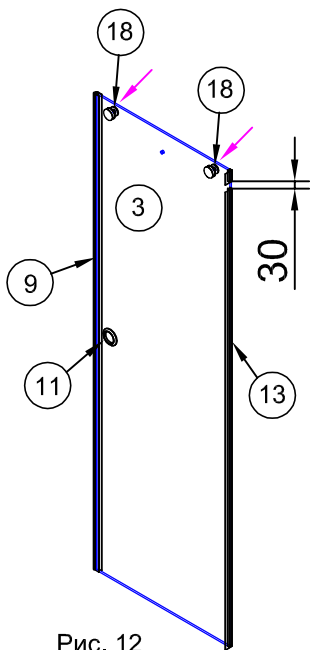

Рис. 12
4.1. На двери (стекло №3) установить ручку "блинчик" №11. На торец стекла со стороны ручки установить уплотнитель №9. На противоположный торец установить уплотнитель №13 (рис.12). Выступающие крылья уплотнителя на внешнюю сторону. Между коротким и длинным отрезками нужно оставить зазор 30 мм для прохождения рельса (рис.12).
4.2. В два верхних отверстия с внешней стороны двери установить два ролика №18. С внутренней стороны поставить крепёжные шайбы и затянуть винты (рис.12).